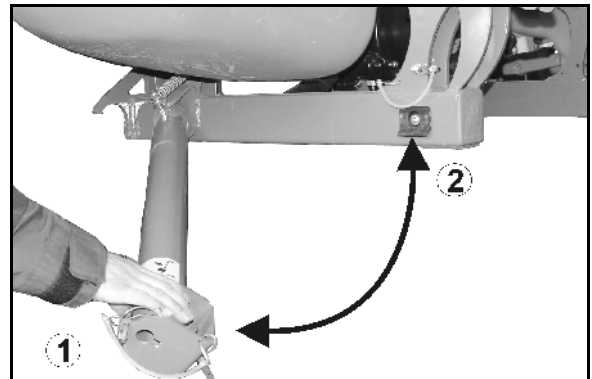

Fig. 27
- sving bakover (Fig. 27/1) til oppstillingsposisjon.
- sving forover (Fig. 27/2) til transportstilling.